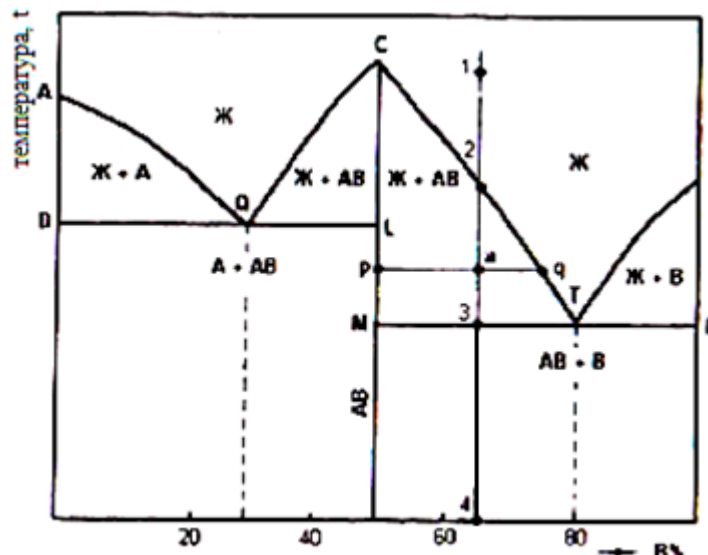

Рис. 13. Диаграмма состояния сплавов, образующих химическое соединение
1. Нарисовать диаграмму состояния с устойчивым химическим соединением (рис. 13).